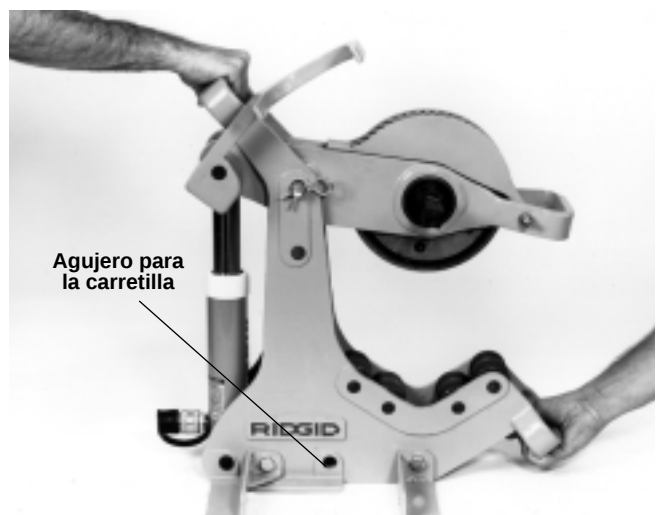

Figura 14 – Asideros para el transporte
1. Los modelos 258 y 258XL cuentan con asideros en la parte superior trasera y en la inferior delantera del bastidor para su transporte (*Figura 14*). No use el mango del brazo de pivote para transportar el aparato porque se puede dañar el cilindro hidráulico.
Con el fin de facilitar el transporte del aparato, se encuentra disponible como accesorio una carretilla de dos ruedas. Esta carretilla para el transporte (vea el Catálogo RIDGID para pedidos) sirve tanto para el Modelo 258 (2½ a 8 pulg.) como para el 258XL (8 a 12 pulg.). El Cortatubos se monta fácilmente a la carretilla empleando una abrazadera en forma de "J" en el asidero superior del bastidor del aparato y una clavija de sujeción insertada en el agujero correspondiente en el bastidor (*Figura 14*).